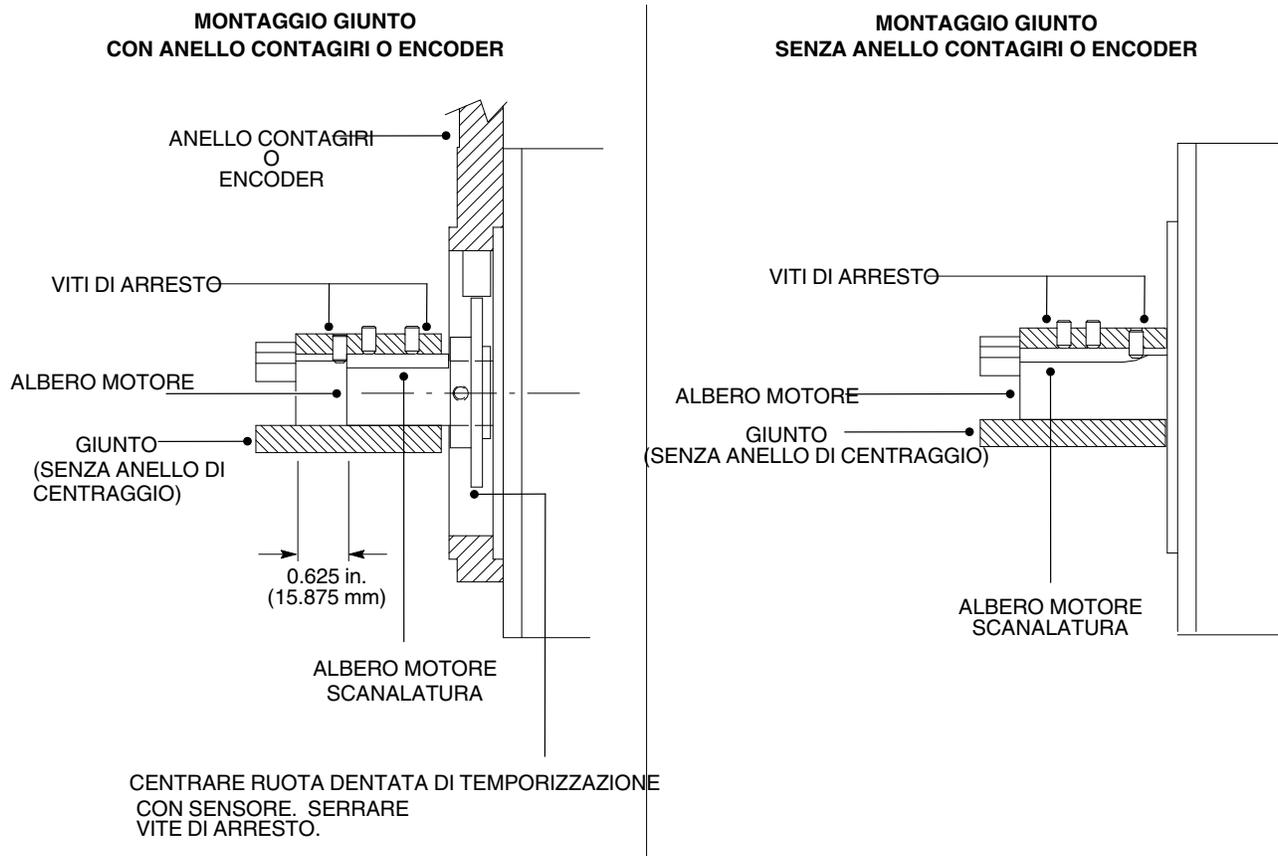

Figura 8 Installazione del giunto
1. Applicare adesivo frenafilietti Loctite 242 sulle viti di arresto (8) e montarle sul nuovo motore (7). Stringere le viti a 13,6 N•m (10 ft-lb).
2. Se in uso, montare l'anello contagiri (9) sul nuovo motore. Consultare *Sostituzione dell'anello contagiri e del sensore*.
3. A seconda della configurazione della pompa dosatrice ad ingranaggi, montare il giunto (5) come illustrato nella figura 8. Serrare a fondo le viti di arresto del giunto (2).
4. Montare il motore (7) sul riduttore di velocità (1) usando le rondelle (10), i dadi (11) o le viti (12). Serrare i dadi o le viti in sequenza a 23 ft-lb (31,2 N•m).